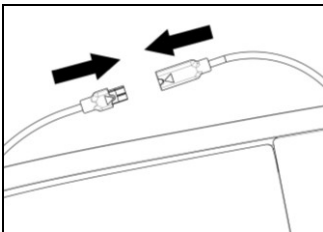

Abb. 9
- Fügen Sie den Mikrofonstecker in die USB-Micro-Elektronikbasis ein (Abb. 9).